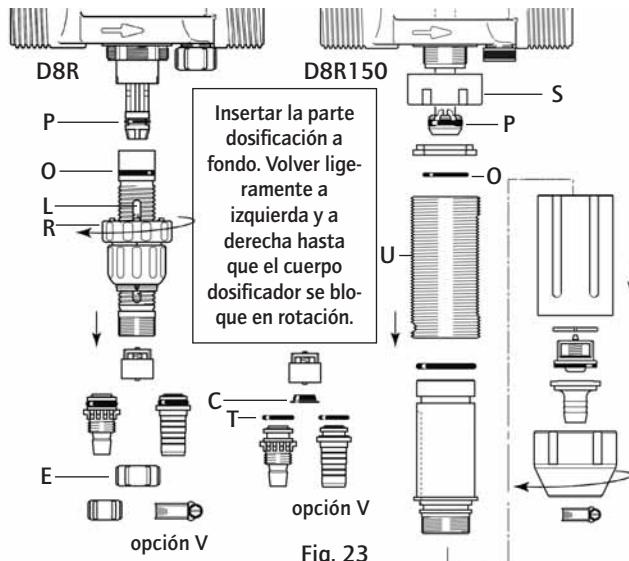

Fig. 23
- Cambiar la junta del cuerpo dosificador (Fig. 23-O) y la junta del émbolo buzo (Fig. 23-P).
- Para el D8R, destornillar la tuerca de mantenimiento de la válvula de aspiración (Fig. 23-E) tomando cuidado para no perder los elementos de la válvula, y luego cambiar la junta tórica (Fig. 23-T) y la junta de la válvula (Fig. 23-C).
- Para el D8R150, manteniendo la tuerca (Fig. 23-S), destornillar la camisa (Fig. 23-U) y tirar hacia abajo.
- Nota :** La regleta de dosificación (Fig. 23-L) debe estar colocada ante usted.
- Atornillar el anillo de retención (Fig. 23-R) hasta el bloqueo.